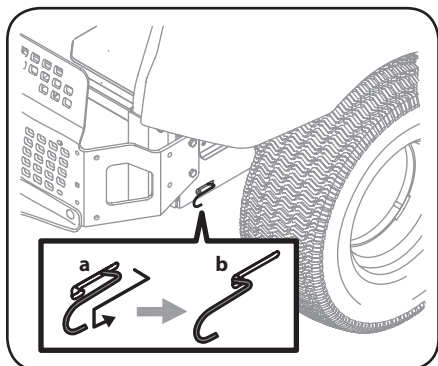

Figure 2-1
1. Pour déplacer l'appareil manuellement sans le démarrer, engagez les tiges de dérivation des transmissions qui se trouvent à l'arrière, de chaque côté de l'appareil. Les tiges de dérivation des transmissions sont placées à l'arrière de l'appareil, près du côté intérieur de chaque pneu arrière. Placez les barres de conduite à la position neutre (vers l'intérieur) pour engager le frein de stationnement. Pour engager les tiges de dérivation, tirez sur chaque tige (a) et accrochez la tige dans le trou (b) pour la fixer. Voir Figure 2-1.
2. Après avoir déplacé l'appareil, effectuez les étapes (a) et (b) dans l'ordre inverse pour désengager les deux tiges de dérivation. Voir Figure 2-1.